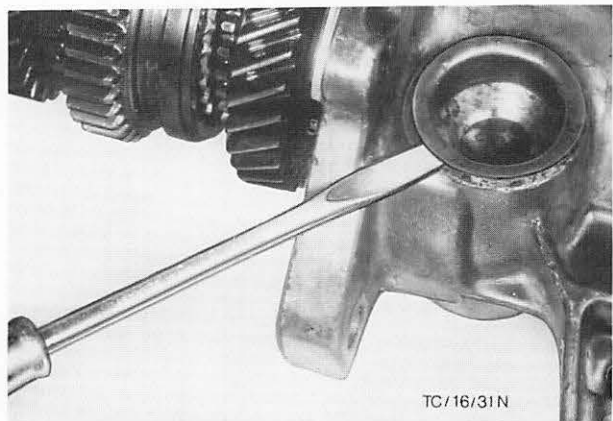

Abb. 40 Verschlußkappe-Tachoantriebsritzel entfernen
18. Tachoantriebsritzel nach Entfernen der Verschlußkappe aus dem Verlängerungsgehäuse herausziehen. Abb. 40.